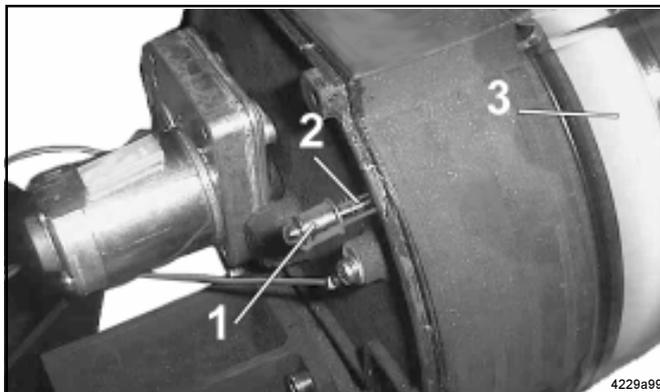

Abb. 27 -Teile der Leermeldung
- Die Folgeplatte 3, Abb. 27 des Behälters bewegt den Stift 2 mit dem Magneten 1 an der Steuerplatine vorbei und löst die Leermeldung aus.